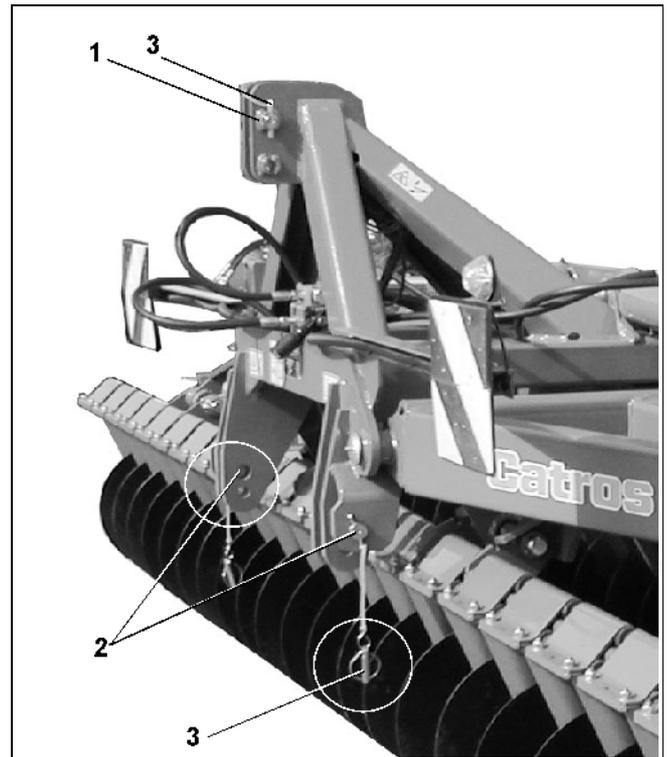

Fig. 6
- Montar las barras conductoras inferiores del remolcador mediante pernos de barra conductora inferior (Fig. 6/2) a los puntos de acoplamiento inferiores de la máquina y asegurar con pasadores clavija (Fig. 6/3).
- Montar la barra conductora superior del remolcador mediante pernos de barra conductora superior (Fig. 6/1) al punto de acoplamiento superior de la máquina y asegurar con pasador clavija (Fig. 6/3).